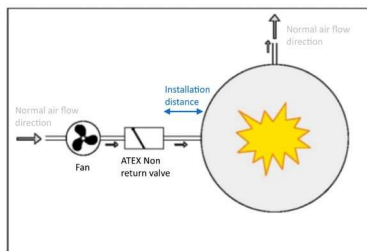

Figure 7 : situation en soufflage
Étape 2 : assurez-vous que l'indicateur est dans la bonne position (Abbildung 7), et le déverrouiller dans le cas contraire avant la première utilisation.